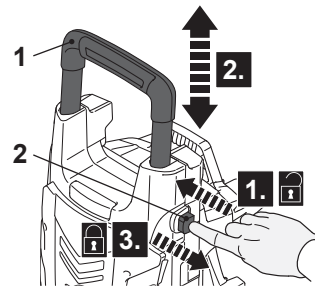

Fig. 13
- > Presione el botón de bloqueo (2) para desbloquear el asa de transporte (1) (Fig. 13, paso 1).
- > Mueva el asa de transporte (1) a la posición deseada (posición alta/baja) (paso 2).